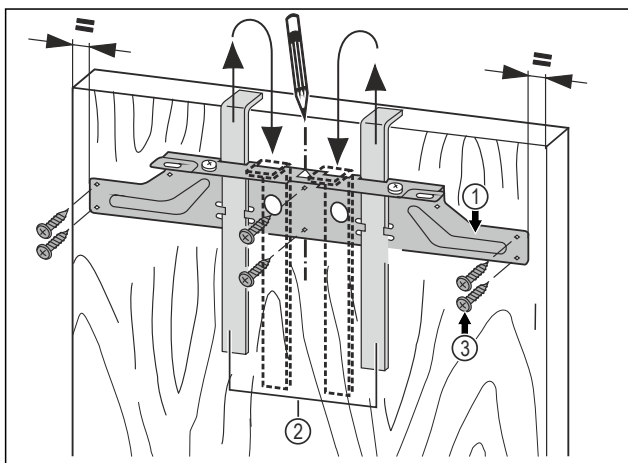

Fig. 20
- Befestigungstraverse Fig. 20 (1) mit den Montagehilfen Fig. 20 (2) auf die Innenseite der Möbeltür hängen.
- Befestigungstraverse Fig. 20 (1) mittig auf der Tür ausrichten.*
► Die Befestigungstraverse Fig. 20 (1) mit mindestens 6 Schrauben Fig. 20 (3) festschrauben.
- Befestigungstraverse Fig. 20 (1) mit 4 Schrauben Fig. 20 (3) am Rand festschrauben.
- Montagehilfen Fig. 20 (2) nach oben herausziehen und in die danebenliegenden Aufnahmeöffnungen gedreht einschieben.